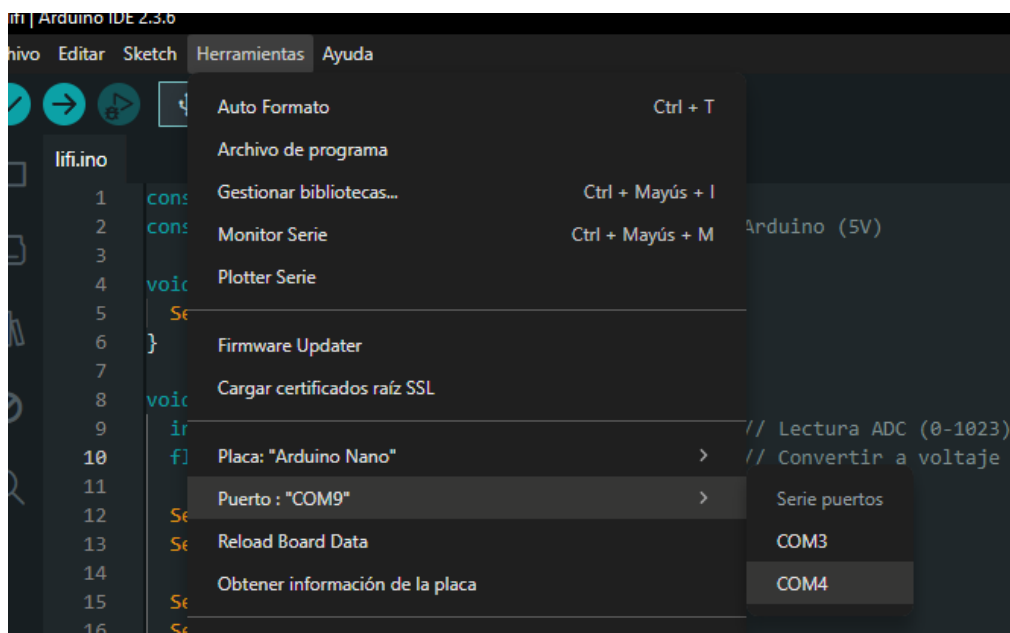

Ilustración 63 Selección de puerto COM.
Paso 10.7: Conectar el ESP8266 a la PC y dirigirnos a Herramientas > Puerto > Veremos los puertos disponibles, seleccionar el del ESP8266 (Ilustración 63).